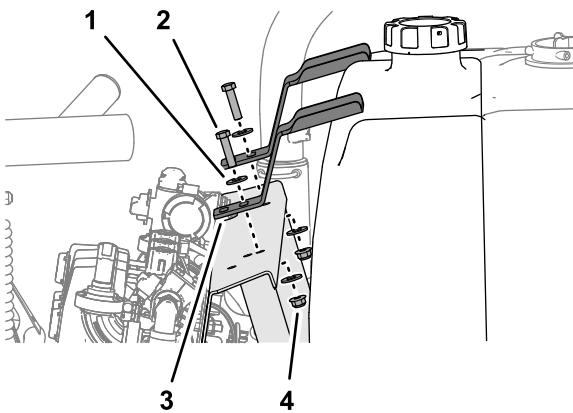

**Bild 3**
3. Nehmen Sie die Haltegabel unten am Spülbehälter ab, mit der das 90°-Anschlussstück des Zulaufschlauchs am Schottanschlussstück befestigt ist (Bild 3).
4. Nehmen Sie das 90°-Anschlussstück vom Schottanschlussstück ab (Bild 3).